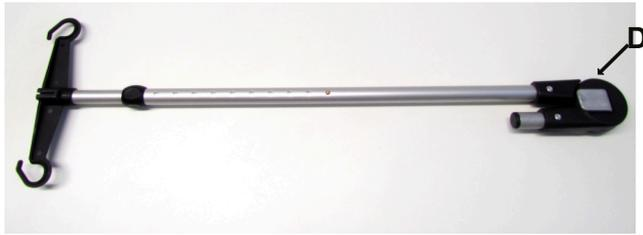

Abb. 1
- 1 x vormontierter Infusionshalter mit Knickgelenk und Flaschenhalter (**Abb. 1**)